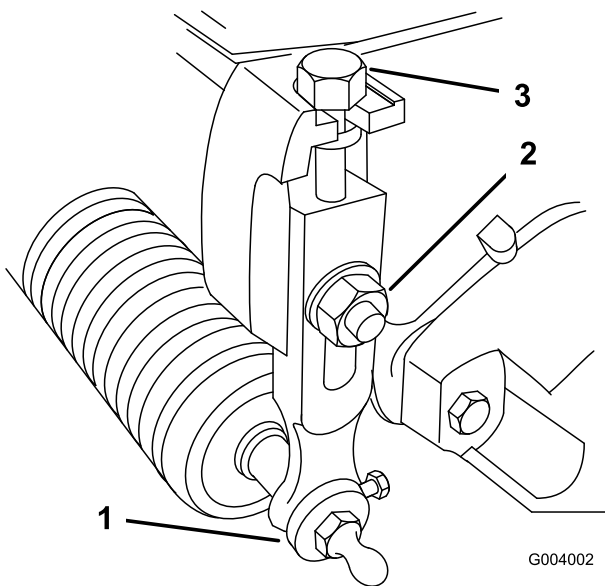

図 14
1. 刈り高アームをCuttingユニットのサイドプレートに固定しているロックナットをゆるめる (図 14)。